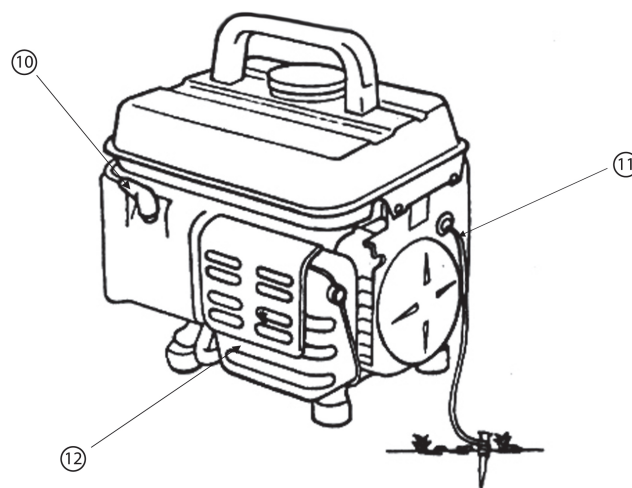

Рис. 2.2.2
1. Снимите колпачок свечи зажигания 10 (рис. 2.2.2).